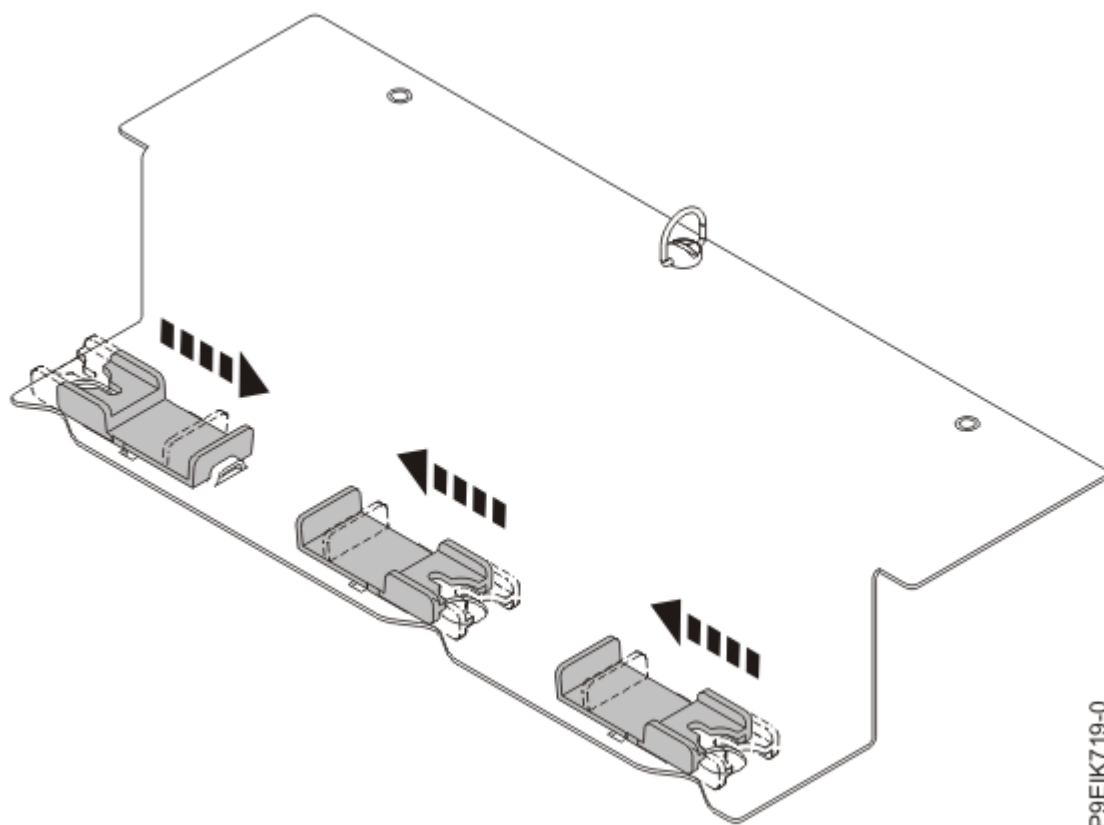

Figura 21. Apertura de los pestillos del receptáculo de la GPU
- a) Asegúrese de que los pestillos de plástico estén en la posición abierta en el receptáculo de la placa refrigeradora de la GPU, tal como se muestra en la Figura 21 en la página 25.